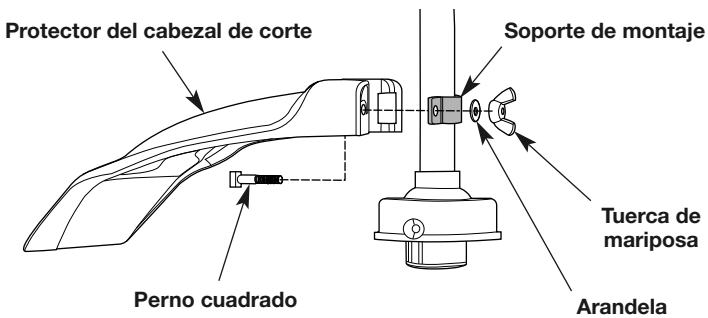

Fig. 2
- Inserte el perno cuadrado dentro del orificio que está debajo del protector del cabezal de corte (Fig. 2) Oprima el perno cuadrado para que pase a través del protector del cabezal de corte y el soporte de montaje.
- Coloque la arandela sobre el perno cuadrado (Fig. 2).
- Atornille la tuerca de aleta en el perno cuadrado hasta que el protector del cabezal de corte quede firme en su lugar (Fig. 2).